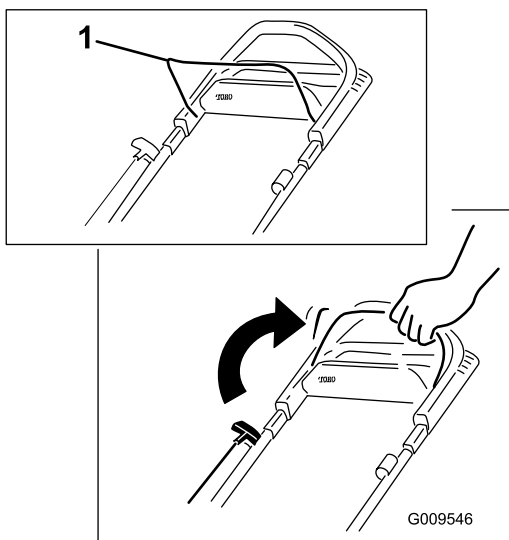

Figura 16
1. Tirate la barra di comando della lama contro la stegola e tenetela in questa posizione (Figura 16).